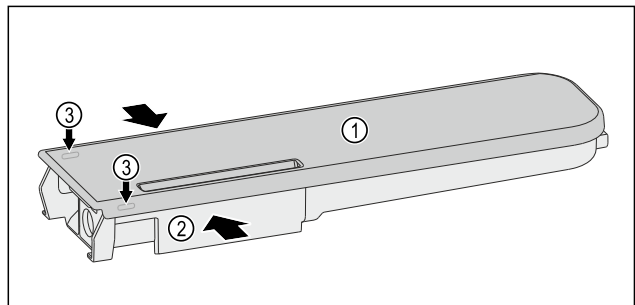

Fig. 123
- ▶ Presser le réservoir d'eau *Fig. 123 (2)* et faire lever pour lever précautionneusement le couvercle *Fig. 123 (1)* par les ergots *Fig. 123 (3)*.
- ▶ Faire légèrement bouger le couvercle *Fig. 123 (1)* de l'avant vers l'arrière puis le retirer par le haut.